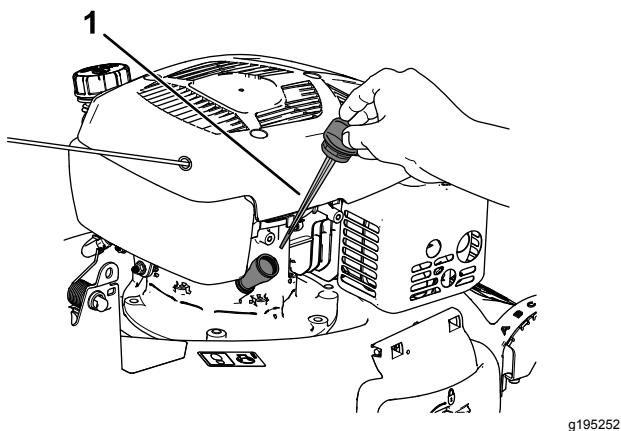

Figura 32
- Retire la varilla girando el tapón en el sentido contrario a las agujas del reloj y tirando del mismo (Figura 32).
4. Ponga la máquina de lado (con el filtro de aire hacia arriba) para drenar el aceite usado del tubo de llenado de aceite (Figura 32).